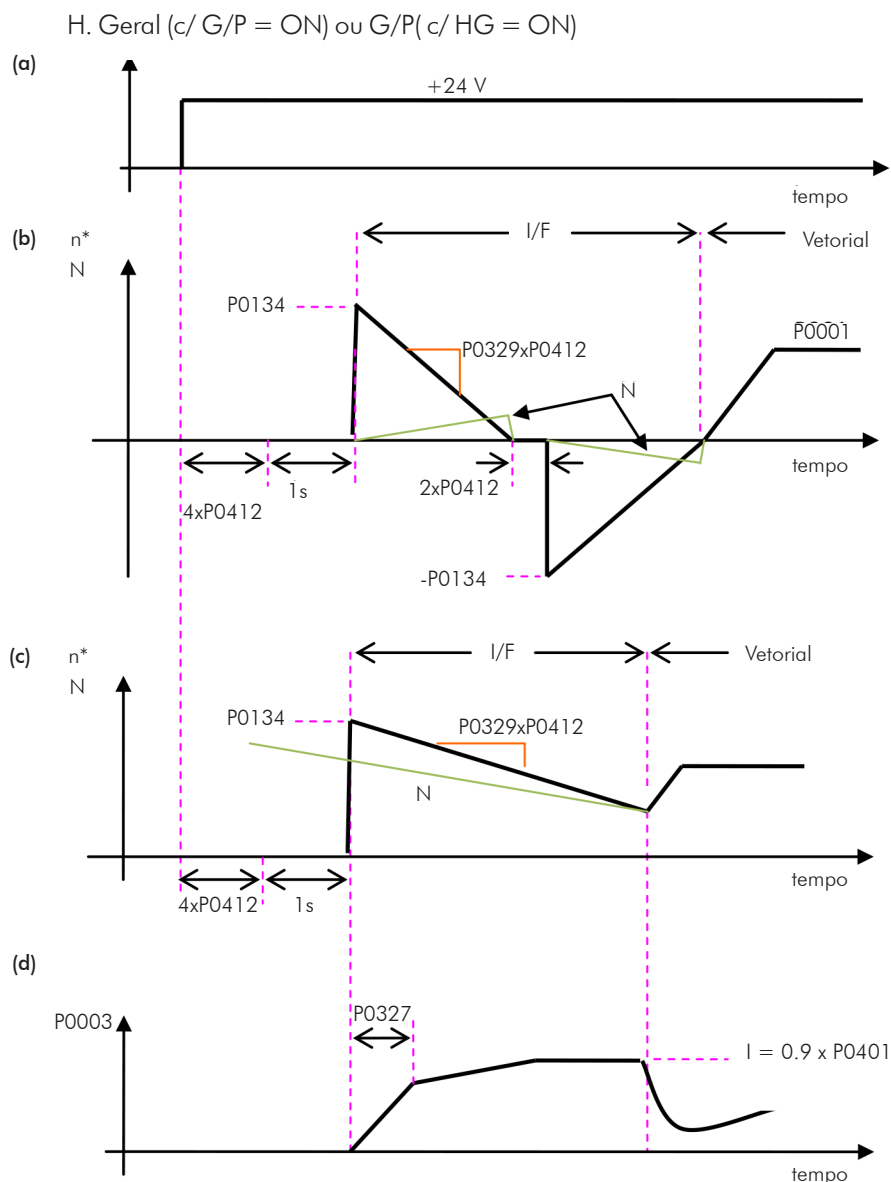

Figura 14.6 - (a) a (d) - Influência de P0327 e P0329 durante o Flying Start ($P0202 = 3$)
O comportamento da Função Flying Start (FS) no modo sensorless durante a aceleração e a re-aceleração pode ser compreendido a partir da Figura 14.6 na página 14-14.
Na Figura 14.6 na página 14-14, \(b\), é mostrado o comportamento da referência de velocidade quando a função FS é iniciada com eixo do motor parado e P0329 pequeno (não otimizado).
Na Figura 14.6 na página 14-14, \(c\), é apresentada a referência de velocidade quando a Função FS é iniciada com o eixo do motor girando no sentido desejado ou o eixo estava parado e P0329 já otimizado.